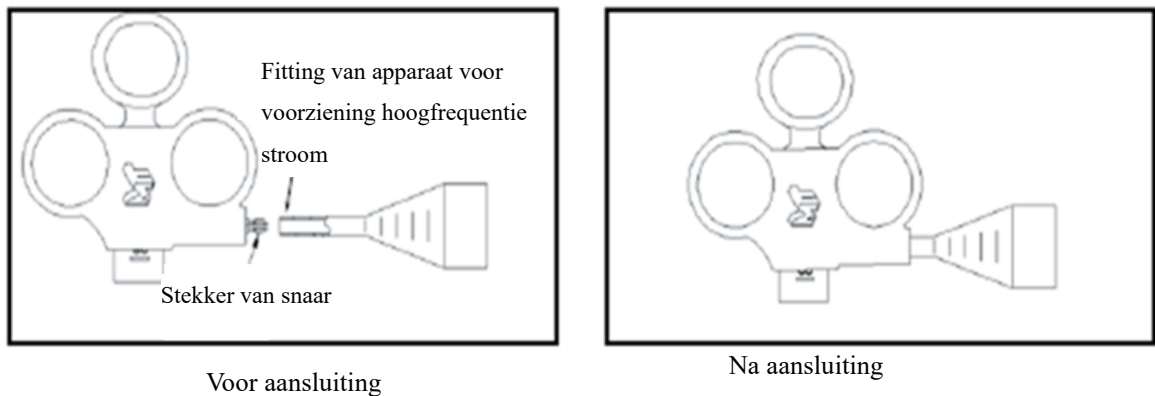

Afbeelding 2
2. Bedien de handgreep van de snaar om de lus terug in de buitenste buis te trekken (zoals te zien is op afb. 2). De snaar gaat het spijsverteringskanaal in door het gat in het endoscopisch kanaal. Onder de endoscopische bewaking zou de buitenste buis zeker moeten lekken uit het distale eind van het endoscopisch kanaal (zoals getoond in afbeelding 3):